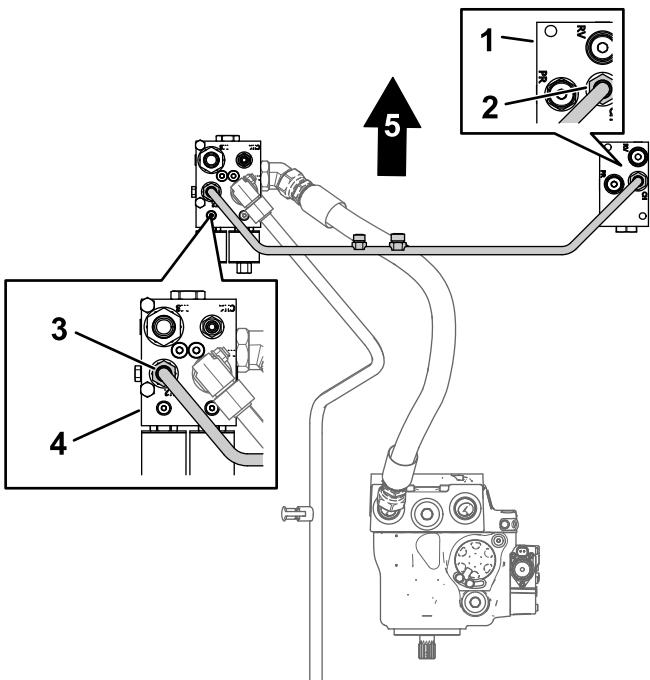

Bild 9
- Fluchten Sie die Schlauchmuttern für den Querverteilerverschlauch mit den Anschlussstücken im Heckantriebverteiler und im Mengenteilerverteiler aus (Bild 9).